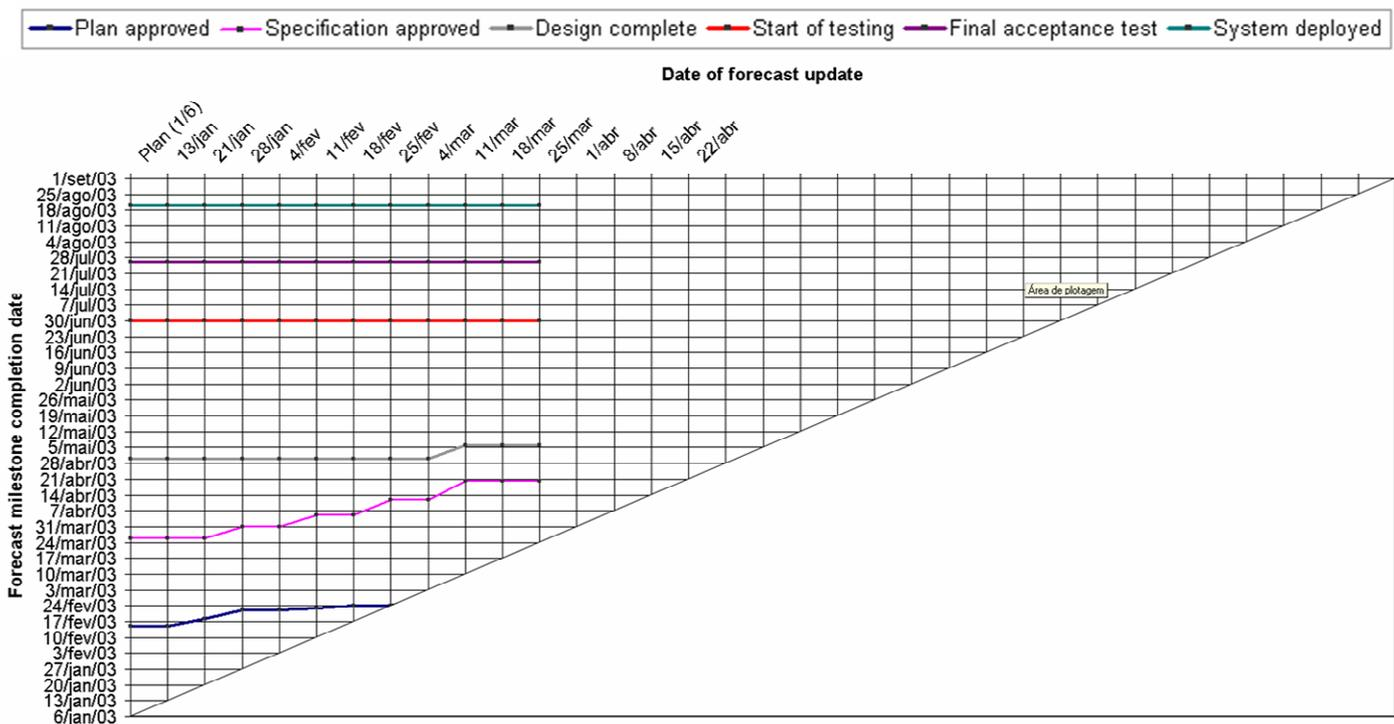

Figura 1 - Exemplo de *Milestone Trend Analysis* (M.Cooper 2003)
A forma gráfica e triangular do MTA (figura 1), em página única, composto por dois eixos contém as seguintes informações do projeto:
- Eixo vertical: um "cronograma" vertical, com leitura de baixo (início do projeto) para cima (fim do projeto) contendo os nomes (na figura 1, legenda) dos principais marcos, eventos ou entregas com suas respectivas datas planejadas;
Propositamente substitui o título "Date of forecast update" (figura 1) do eixo horizontal por "Reuniões de Progresso (data)" (figura 2) com o objetivo de tirar qualquer possibilidade de entendimento ou conotação que o foco do método é a reprogramação do baseline. Também substitui a legenda (figura 1, parte superior) por uma coluna adicional (eixo vertical) com os respectivos nomes dos marcos, eventos e entregas associados as datas.
Cada marco, evento ou entrega é representado por uma linha (figura 1) ou por um preenchimento colorido (figura 2) a cada relato ou reunião planejada.